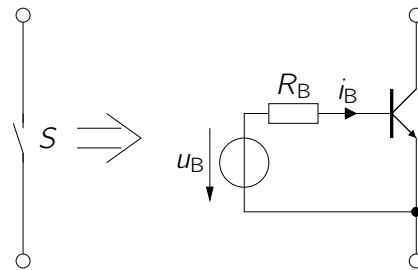

Abbildung 3: Verwendung eines Transistors als Schalter.
- d) Der ideale Schalter S wird nun durch einen Transistor vom Typ BC337-40 mit Vorwärtsstromverstärkung $B_F = 437$ ersetzt, wie in Abb. 3 gezeigt. Der Transistor wird an der Basis mit einer realen Spannungsquelle u_B mit Innenwiderstand R_B angesteuert. Die Spannungsquelle hat den Wert 0V , wenn der Transistor ausgeschaltet sein soll und 1V , wenn der Transistor eingeschaltet sein soll. Bestimmen Sie R_B so, dass der Transistor voll eingeschaltet ist, wenn $u_B = 1\text{V}$ beträgt.